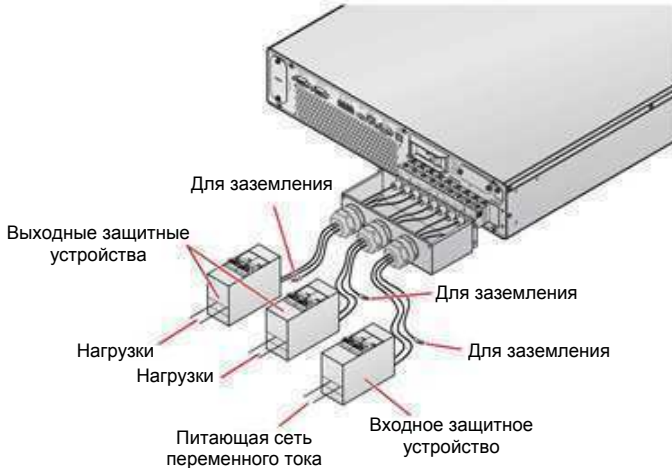

Рисунок 7-3. Схема электрических соединений одного ИБП
- 1 При подключении ИБП к сети и к нагрузкам настоятельно рекомендуется устанавливать защитные устройства. См. таблицу ниже и **Рисунок 7-3**.
- 4 Подключите к ИБП кабели сети переменного тока, внешнего батарейного блока и выходные кабели. См. **Рисунок 7-3**.
- 2 Включите входное защитное устройство (см. *Рисунок 7-3*), установленное между ИБП и сетью переменного тока, и входной автомат защиты. После этого на ЖК-дисплее отобразится **Экран начальной настройки** (для получения дополнительной информации см. п. *9.1 Экран начальной настройки*).
- 4 Если ИБП работает исправно, включите выходные защитные устройства (см. **Рисунок 7-3**), установленные между ИБП и нагрузками.
- 2 (1) Нажмите и удерживайте кнопку **ВКЛ/ОТКЛ.** () в течение 3 секунд, (2) отпустите кнопку после того, как раздастся одиночный звуковой сигнал, (3) выберите «Yes» (Да) с помощью кнопки Вверх или Вниз ( / ) и (4) нажмите кнопку Ввод ()
-  Выключите автомат защиты, входное защитное устройство (см. **рис. 7-3**) и выходные защитные устройства (см. **рис. 7-3**).